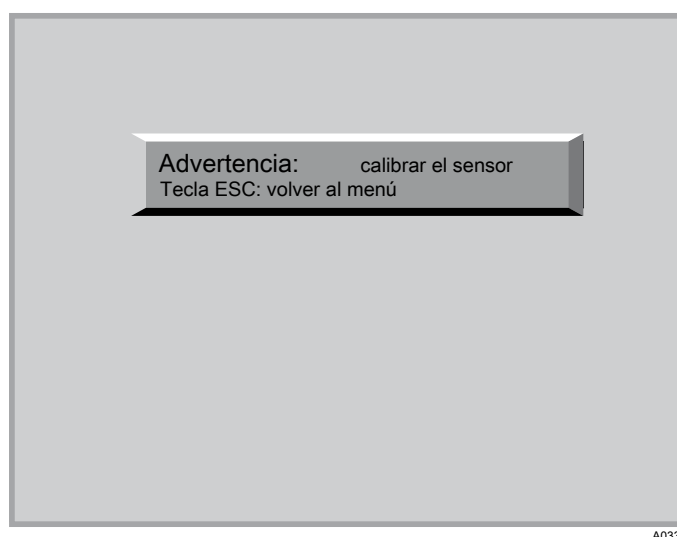

Fig. 18: Pulse la tecla ESC
3. Ahora deberá calibrar de nuevo la magnitud de medida »cloro libre,« ver Fig. 18